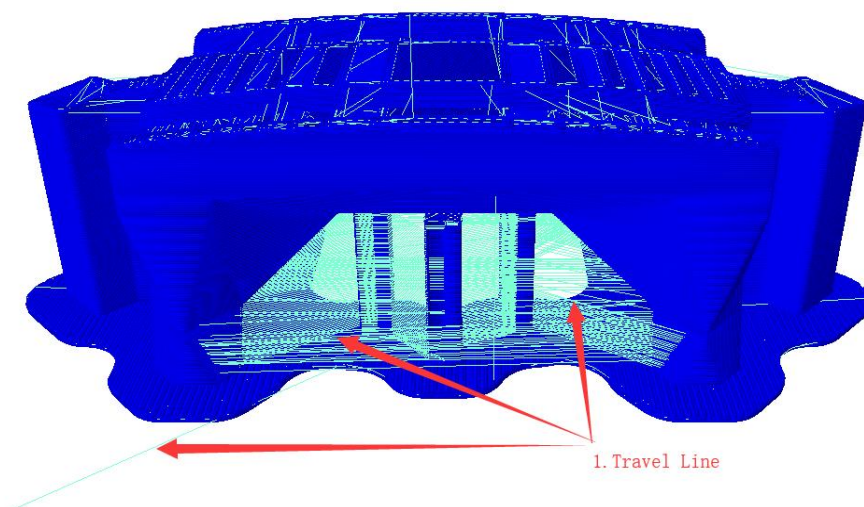

图 15, 空走轨迹示意图
(8) 空走速度 (单位 mm/s) : 即喷头不挤出料丝时的移动速度, 如图 15 中的箭头所指部分路径;